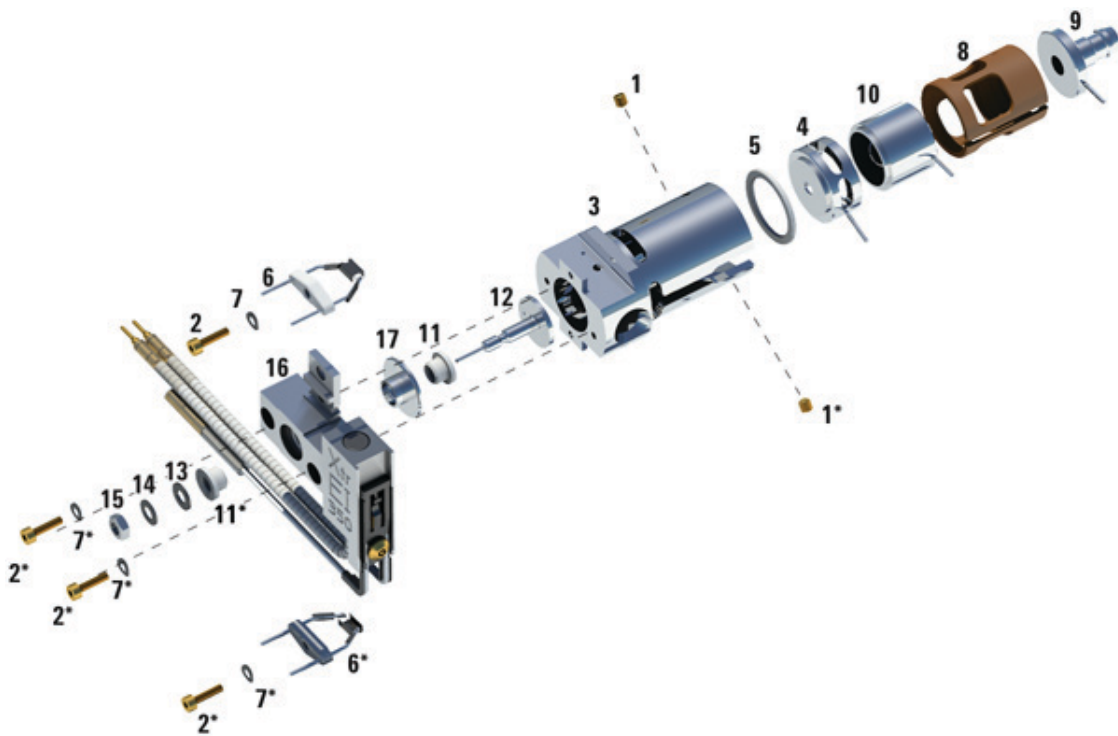

Figure 19 Assemblage de la source EI de l'extracteur
- 2 Insérer la lentille de l'extracteur dans le corps de la source, en commençant par le côté plat (Figure 19).
- 3 Insérez la lentille d'entrée et la lentille de focalisation des ions dans l'isolant dans l'ordre indiqué (Figure 19).
- 4 Faire glisser l'isolant contenant la lentille de focalisation des ions et la lentille d'entrée dans le corps de la source, en plaçant la lentille de focalisation des ions contre la lentille de l'extracteur (Figure 19).
Tableau 27 Liste des pièces de la source Figure 19